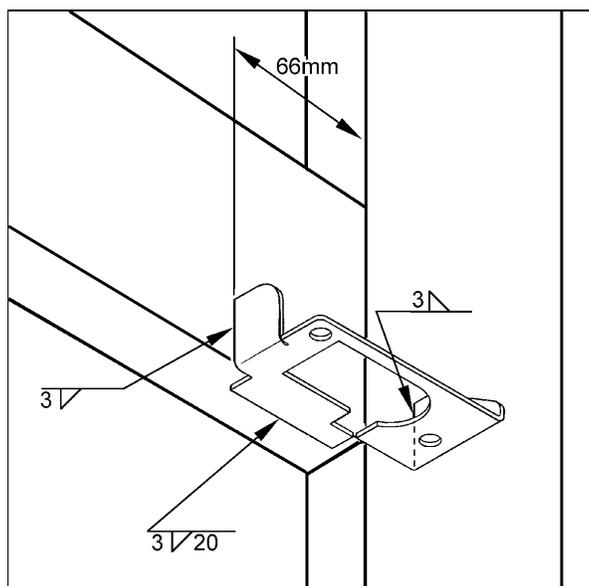

FIGURE 5
9. S'il y a interférence entre le nouveau tuyau flexible et le loquet de verrouillage droit du pare-choc, remplacer le loquet ainsi que son support (287423) par ceux fournis dans l'ensemble (figures 5 et 6). Remplacer aussi la tige d'actionnement par la tige #287424.